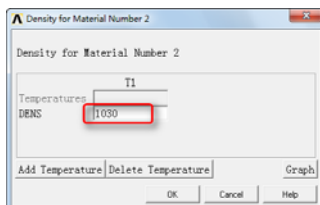

图 11-22 “Density for Material Number 2”对话框
⑥依次选择 **Material Models Defined**→**Material Model Number 2**，再在“**Material Model Available**”选择列表中依次选择 **Acoustics**→**Density**，会弹出“**Density for Material Number 2**”对话框，如图 11-22 所示，在“**DENS**”输入框输入 1030，单击“**OK**”按钮关闭该对话框。